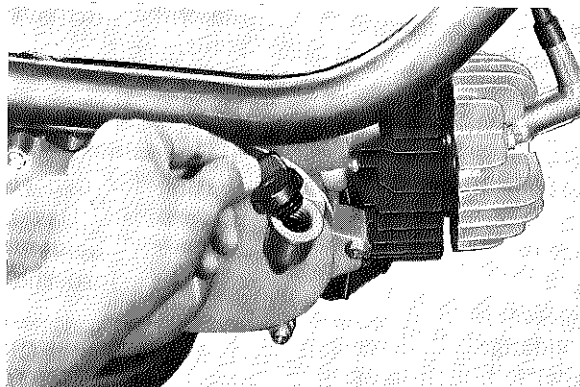

Fig. 2-3-12
- a. To check level, start the engine and let it run for several minutes to warm and distribute oil. Set it on the case threads in a level position. Remove the level gauge and check level. (Fig. 2-3-12)
- a. Pour vérifier le niveau, mettre le moteur en marche, et le laisser tourner quelques minutes pour réchauffer et répartir l'huile. Ensuite, dévisser le bouchon, insérer la jauge, et la poser bien d'équerre sur le trou fileté. Retirer la jauge, et vérifier le niveau (Fig. 2-3-12).
- a. Vor dem Überprüfen des Ölstandes, den Motor anwerfen und einige Minuten laufen lassen, um das Öl zu erwärmen und zu verteilen. Verschlußdeckel abschrauben und Ölmeßstab einführen; dabei den Ölmeßstab auf das Gehäusegewinde aufsetzen und auf richtige Stellung achten. Ölmeßstab wieder herausnehmen und Ölstand prüfen. (Fig. 2-3-12).